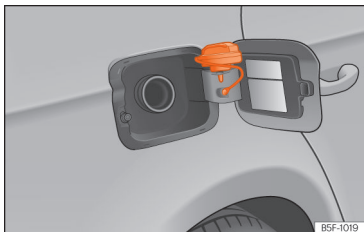

Fig. 278 Sportellino del serbatoio con all'interno il tappo.
- Collocarlo nello spazio della cerniera dello sportellino aperto »» fig. 278.